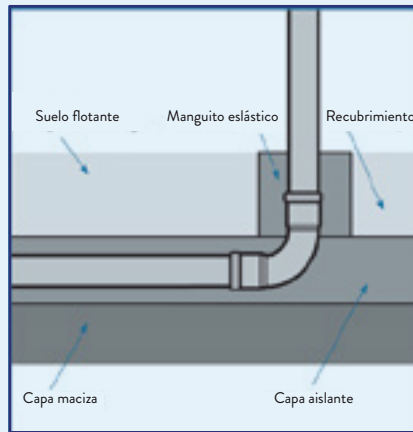

Fig. 2
Si se coloca una instalación bajo revestimiento de suelo flotante, los tubos se colocan dentro de la capa aislante a fin de que puedan dilatarse sin impedimento. Tanto las salidas verticales como las ramificaciones deben estar provistas de manguitos elásticos de material aislante o de plástico aislante (Fig. 2).
- Diámetros 76,1, 88,9 y 108,0 con bridas planas DIN-2576 en AISI-316L (1.4404) en sus extremos (fig. 2)
(Fig. 2)